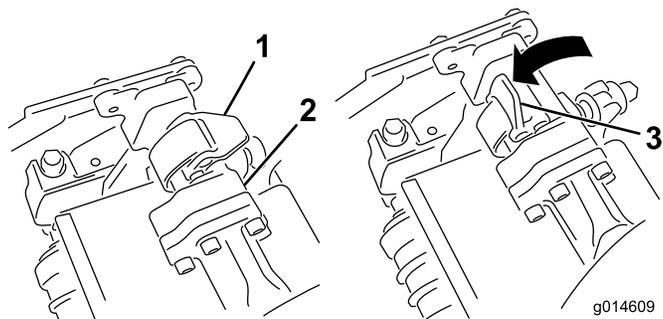
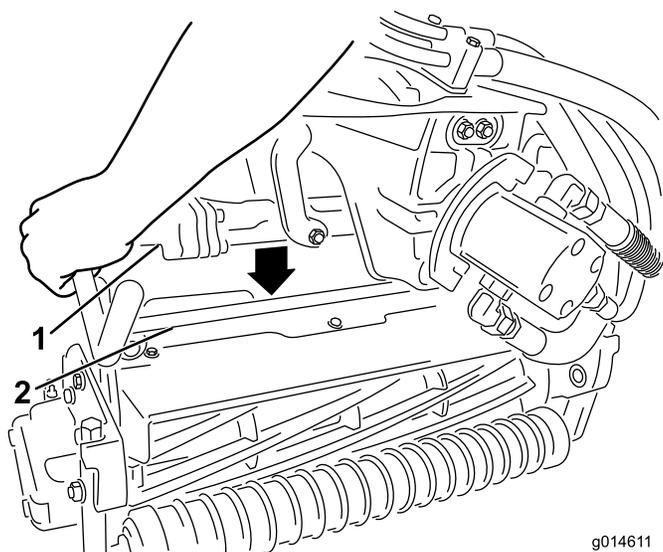

図 33
図 34
4. サスペンションアームのバーについているラッチを上向き開いた状態にして(図 33、サスペンションアームを押し下げて、バーを、カッティングユニットのバーの上に被せるようにする図 34。
5. ラッチを下げて閉じるとカッティングユニットのバーがロックされてユニットがアームにセットされる図 33。
5. 取り外したいCuttingユニットのサスペンションアームのバーについているラッチを開く図 33。